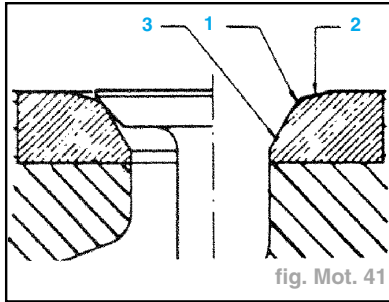

fig. Mot. 41
- Fraiser d'abord en (2) puis en (3) pour obtenir une largeur normale de celle-ci, voir chapitre "Caractéristiques" (fig. Mot. 41).